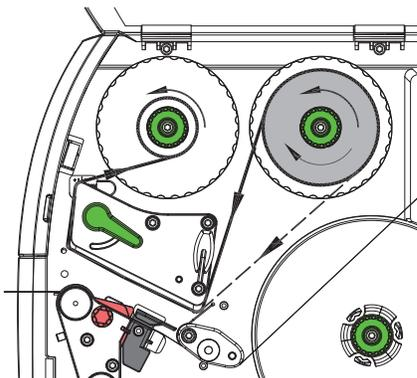

Figura 18 Scorrimento del nastro
2. Ruotare la leva (6) in senso antiorario per sollevare la testina di stampa.
3. Spingere il rotolo di nastro (1) sullo svolgitore (2) in modo tale che durante la svolgitura il rivestimento colorato del nastro sia rivolto verso il basso.
4. Posizionare il rotolo (1) sullo svolgitore in modo tale che le due estremità del rotolo si trovino su valori identici della scala.
5. Tenere fermo il rotolo di nastro (1) e ruotare la manopola dello svolgitore (3) in senso antiorario fino a che il rotolo non è fissato.
6. Spingere un'anima adatta (4) sull'avvolgitore del nastro (5) e fissarla allo stesso modo.
7. Far passare il nastro attraverso il gruppo di stampa come indicato in Figura 18.
8. Fissare l'inizio del nastro all'anima (4) con una striscia di adesivo. Prestare attenzione alla direzione di rotazione dell'avvolgitore del nastro: deve ruotare in senso antiorario.
9. Ruotare l'avvolgitore (5) in senso antiorario per livellare lo scorrimento del nastro.
10. Ruotare la leva (6) in senso orario per bloccare la testina di stampa.